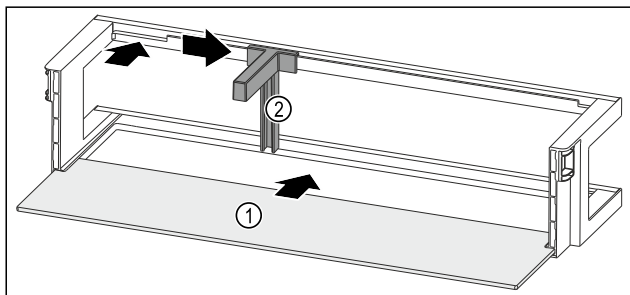

Fig. 104 带搁板的门边存放架
- ▶ 将搁板 Fig. 104 (1) 推入侧面凹槽。
- ▶ 将瓶托 Fig. 104 (2) 装入槽中。
- ▶ 将瓶托 Fig. 104 (2) 推至一侧的所需位置。